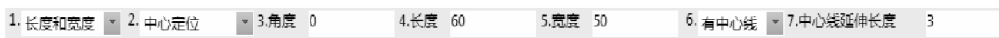
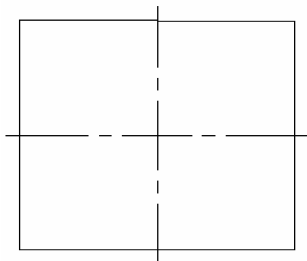

图 2-72 矩形立即菜单
图 2-73 绘制矩形
1) 绘制矩形。单击矩形按钮 , 在弹出的立即菜单中按照图 2-72 所示进行设置, 操作结果如图 2-73 所示。